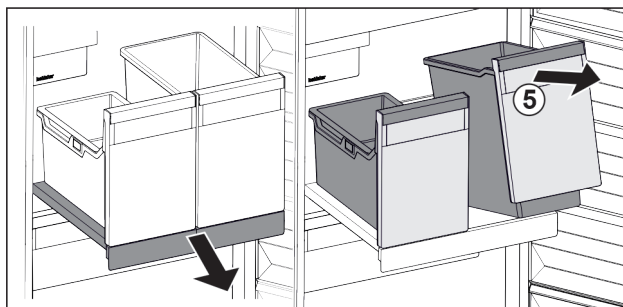

Fig. 104
- ▶ Nadvihnite nádobu Fig. 104 (5) vpredu.